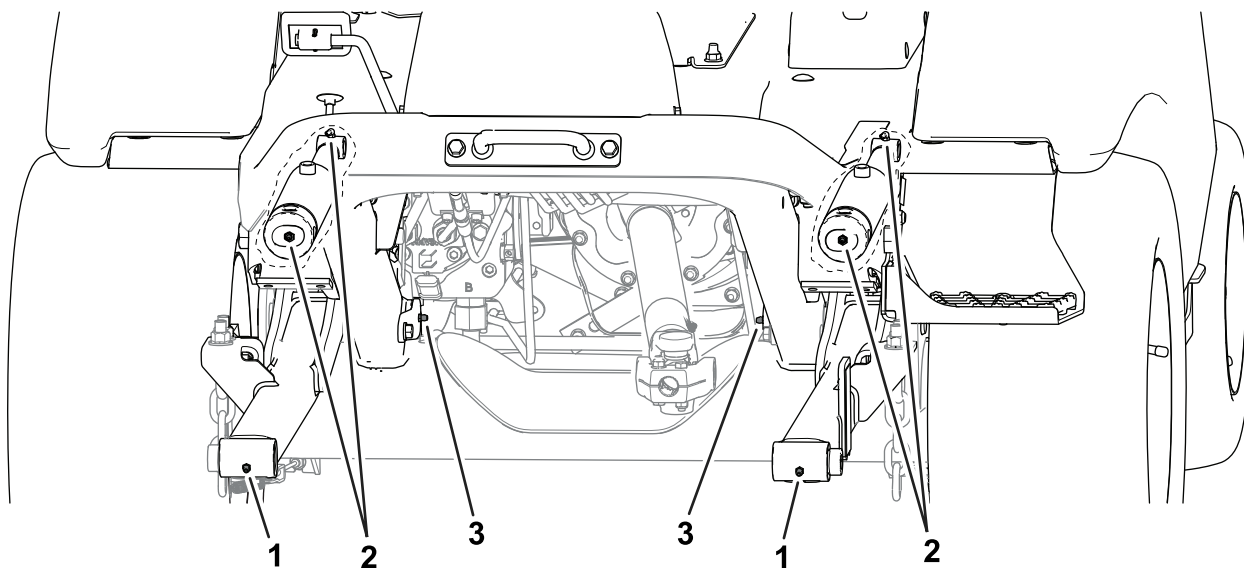

Figura 47
- **Parte anteriore della macchina (Figura 47):**
- Mozzi girevoli dell'attrezzo (2)
- Boccole del cilindro di sollevamento (2)
- Perni di articolazione del braccio di sollevamento (2)